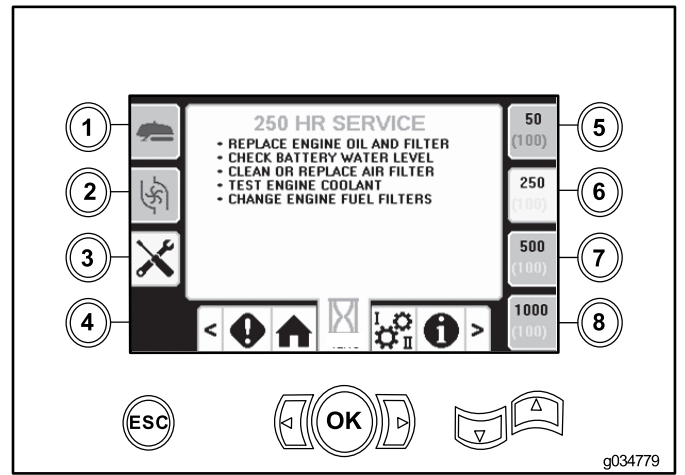

Figura 7
- Botón 6 – Programa de mantenimiento de 250 horas (Figura 7)